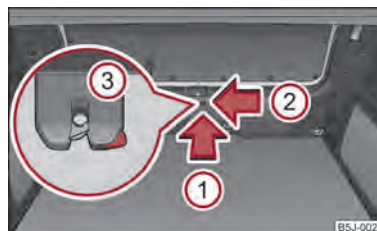

Fig. 16 Descuiera de urgență a capacului portbagajului
- Introduceți în orificiul din capitonaj o șurubelniță sau o altă unealtă asemănătoare, în sensul indicat de săgeată ① ⇒ fig. 16, până la limită.
- Deblocați încuietorea ③ de sub capitonaj, în sensul indicat de săgeată ②.